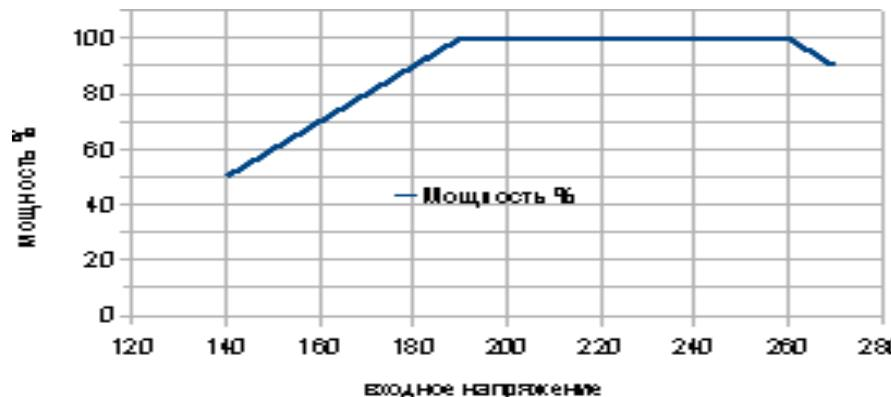

Рис. 2 График зависимости выходной мощности стабилизатора от входного напряжения.
- Если напряжение сети понижается ниже 190В , то мощность, которую можно подключать к стабилизатору напряжения должна соответствовать номинальной мощности умноженной на понижающий коэффициент напряжения согласно приведенного на рис. 2 графика.